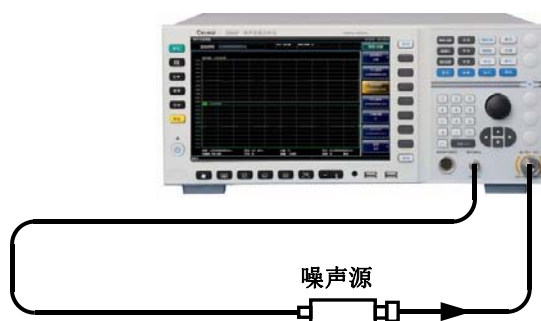

图 4.9 配备标准噪声源的校准连接图示
**步骤7.** 根据图4.9所示，用BNC电缆将噪声源驱动输入端和噪声系数分析仪面板上的+28V噪声源驱动端口连接（当使用智能噪声源时，需要用多芯电缆将智能噪声源连接至噪声系数分析仪的智能噪声源驱动端口），将噪声源输出连接至噪声系数分析仪的输入端口（50Ω）。